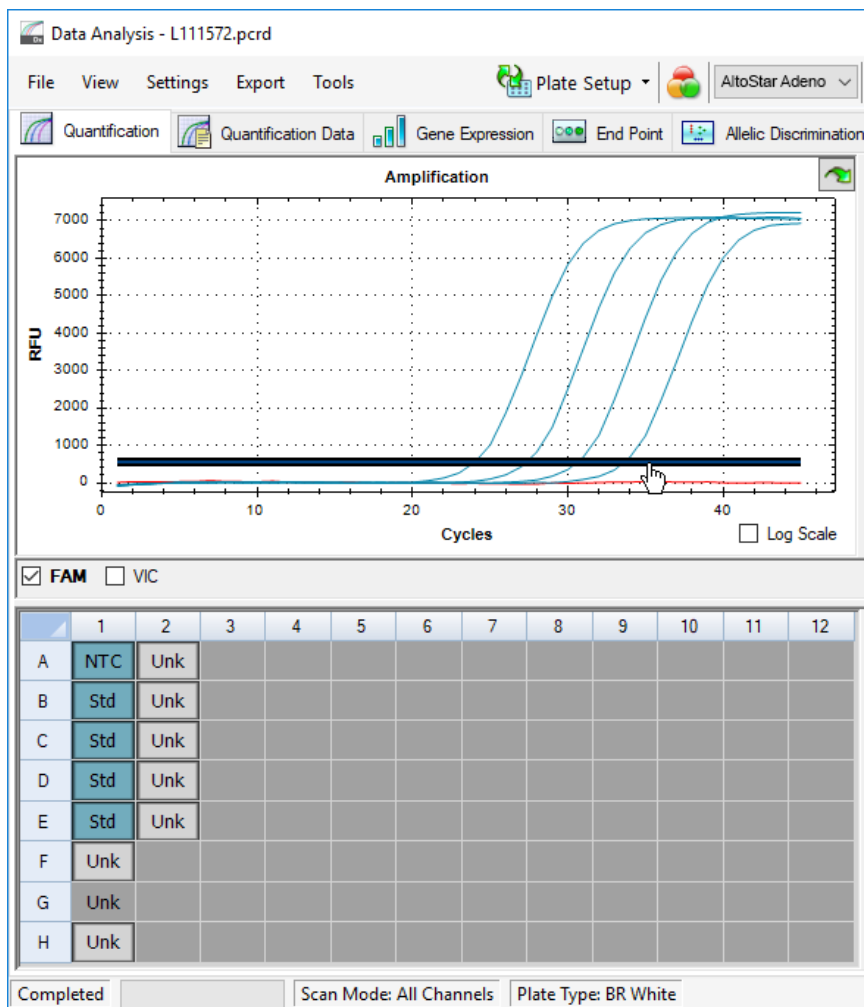

Figura 10: Finestra Data Analysis (Analisi dei dati): impostazione della soglia FAM™
5. Sul lato sinistro della finestra Data Analysis (Analisi dei dati) togliere il segno di spunta dalla casella di controllo **VIC** e spuntare solo la casella di controllo **FAM** per il canale di rilevamento dell'Adenovirus target (vedere figura 10).
6. Selezionare solo i pozzetti contenenti NTC e QS nella vista piastra della finestra Data Analysis (Analisi dei dati) (vedere figura 10).
7. Trascinare la soglia pozzetto sopra al segnale dell'NTC nell'area esponenziale dei segnali QS (vedere figura 10).